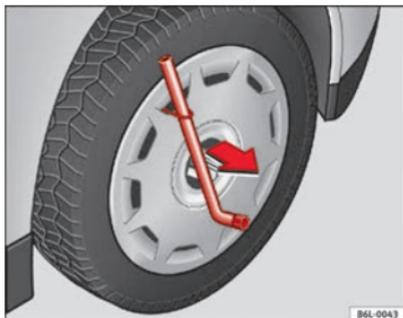

Fig. 132 Retirer l'enjoliveur de roue plein
- Retirez l'enjoliveur plein de la roue à l'aide de l'étrier métallique ⇒ fig. 132.